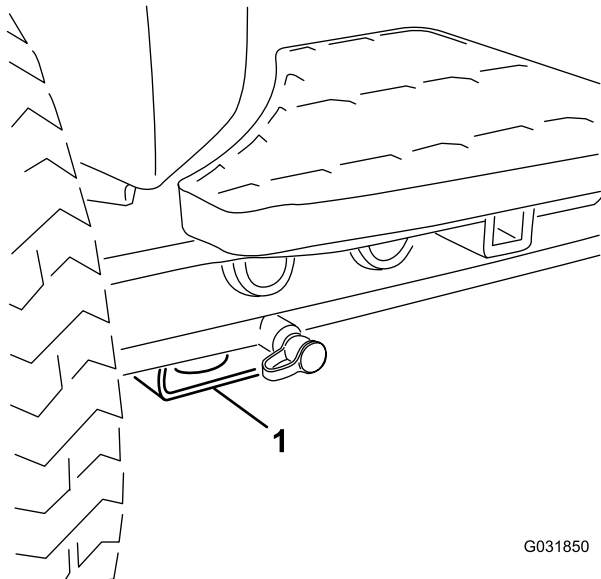

図 56
- 前各前輪の内側、アクスルチューブの下にある四角いパッド(図 56)